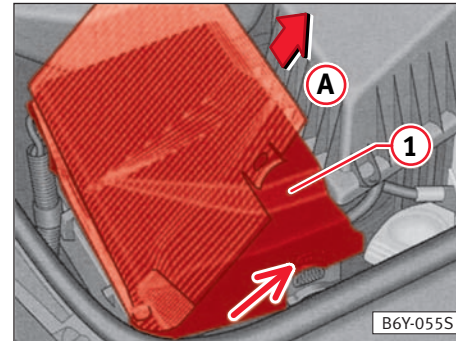

Abb.129
- Ziehen Sie leicht die seitlichen Laschen der Batterieabdeckung hoch ⇒ Pfeil, Abb.129. Heben Sie die Abdeckung um ca. 45° an und ziehen Sie sie dann in Pfeilrichtung ① ganz ab.